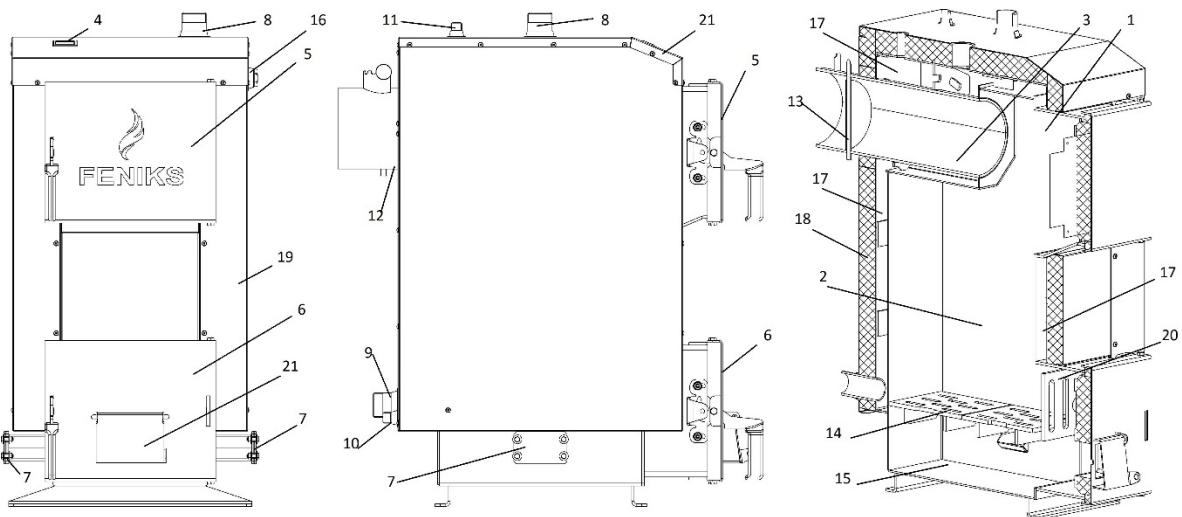

Рисунок 2 – Зовнішній вигляд та основні елементи котла
Конструктивно котел являє собою збірно-зварену конструкцію, що складається з корпуса (поз. 1, рис. 2) з камeroю згоряння (топкою) (поз. 2, рис. 2). Конвекційна частина котла розташована над топкою (поз. 3, рис. 2).
Корпус котла виконаний в формі паралелепіпеду з подвійними стінками, які розділені водними перегородками (поз. 17, рис. 2). На зовнішній поверхні корпуса під декоративною обшивкою закріплена теплова ізоляція. (поз. 18, рис. 2).
Паливо для процесу спалення завантажується на колосникові грати (поз. 14, рис. 2) крізь завантажувальні дверцята (поз. 5, рис. 2). Згоряння палива в топці відбувається за участю повітря, яке постачається під колосникові грати припливним вентилятором (поз. 20, рис. 2). Кількість повітря, необхідного для процесу згоряння, регулюється автоматично блоком автоматики управління, або за допомогою терморегулятора.
Підведення і відведення теплоносія здійснюється відповідно через патрубки зворотної мережної води (поз. 9, рис. 2) і прямої мережної води (поз. 8, рис. 2).
Топочні гази виходять у димохід крізь боров (поз. 12, рис. 2), розташований у задній частині котла. Боров обладнано вбудованим дросельним клапаном продуктів згоряння – шибером (поз. 13, рис. 2). У випадку надто високої тяги у димоході шибер дає можливість її знизити шляхом часткового перекривання вихідного отвору борова.
Зола, яка утворюється в процесі згоряння палива, зсипається в нижню частину корпуса котла в якій розташований зольник (поз. 15, рис. 2).
- з вентилятором та блоком автоматичного управління – припливним вентилятором (поз. 20, рис. 2) під колосникові грати по каналу подачі повітря. Кількість повітря, необхідного для процесу згоряння, регулюється автоматично контролером.
У верхній частині корпуса котла розташований штуцер для встановлення запобіжного клапана або групи безпеки котла (поз. 11, рис. 2).
Для можливості встановлення вентилятора зверху корпуса котла, передбачений отвір, який заглушено кришкою (поз. 7, рис. 2).
Ревізійний дверцята (поз. 6, рис. 2), що розташовані на передній стінці котла, необхідні для періодичного чищення колосникових грат, а також для можливості спорожнення – зольника.
Регулятор тяги необхідно приєднати до патрубка з внутрішньою різьбою, який знаходиться у верхній частині корпусу (рис. 2). Різьбове з'єднання при цьому потрібно ущільнити. Регулятор повернути таким чином, щоб наконечник для закріплення шестигранного важеля (з комплекту регулятора) був направлений вправо.